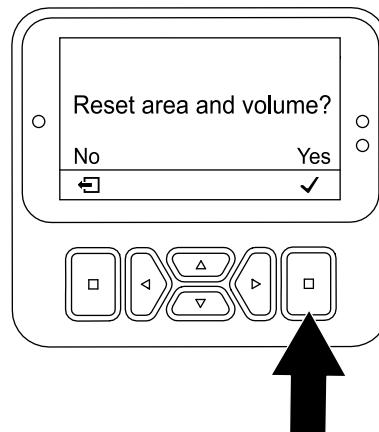

Bild 101
5. Drücken Sie im Bildschirm FLÄCHE UND VOLUMEN ZURÜCKSETZEN die Auswahltaste (Bild 101).